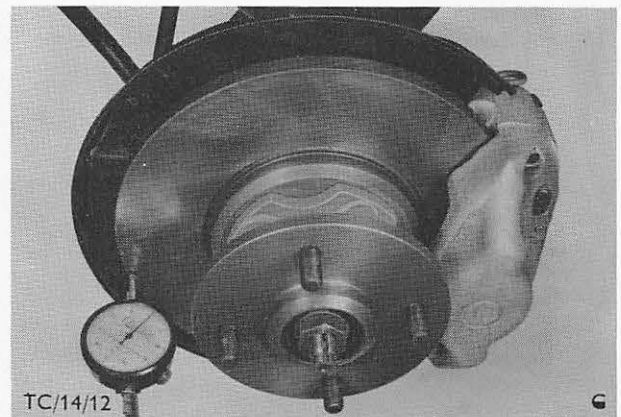

Abb. 17 Prüfen des Scheibenschlags mit Meßuhr und Meßuhrhalter, Nr. GV-3311
- b) Meßuhr mit Halter (GV-3311) an Spurstangenhebel befestigen und Scheibenschlag messen. Abb. 17. Der Gesamtausschlag darf nicht über 0,089 mm liegen. Bei einem größeren Scheibenschlag muß die Ursache dafür beseitigt werden.